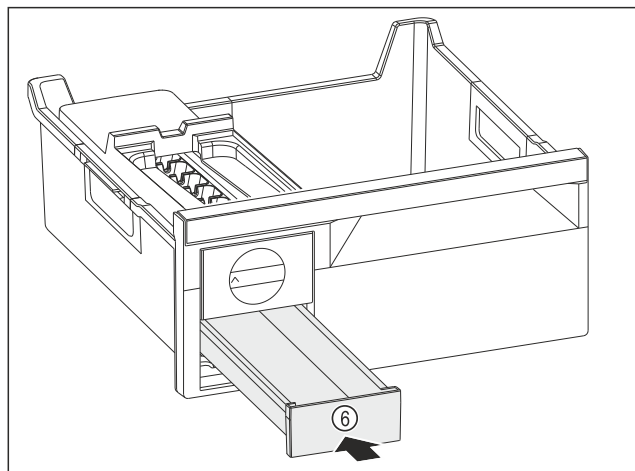

Fig. 136
- ▶ Вкарайте чекмеджето за ледени кубчета Fig. 136 (6).